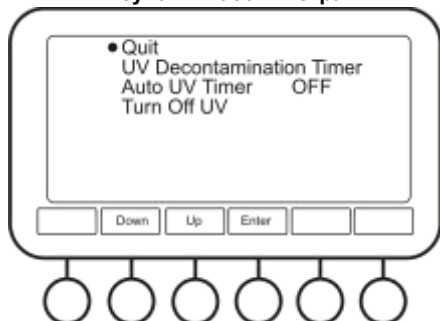

Рисунок 3. Установка таймеров
- 5.9.1 **Таймер (Timer, рис. 3).** В этом меню устанавливаются таймеры УФ деконтаминации и автоматического включения системы УФ деконтаминации.